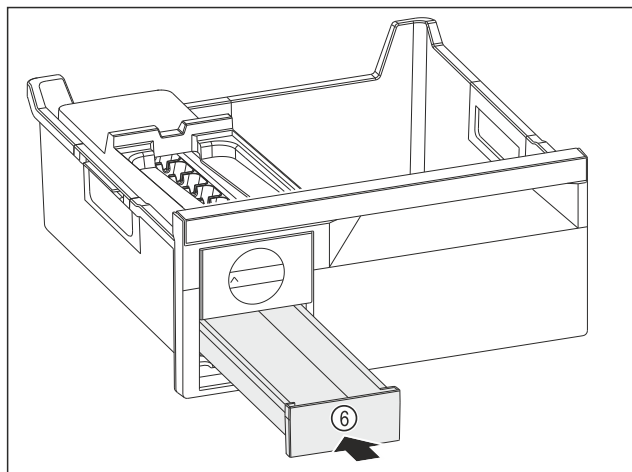

Fig. 149
- Insérer le compartiment à glaçons Fig. 149 (6).